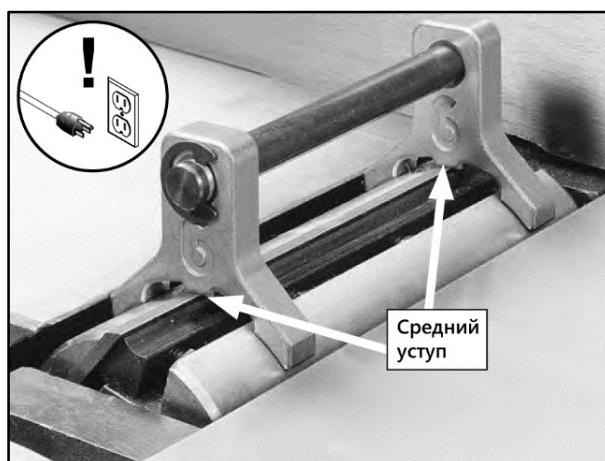
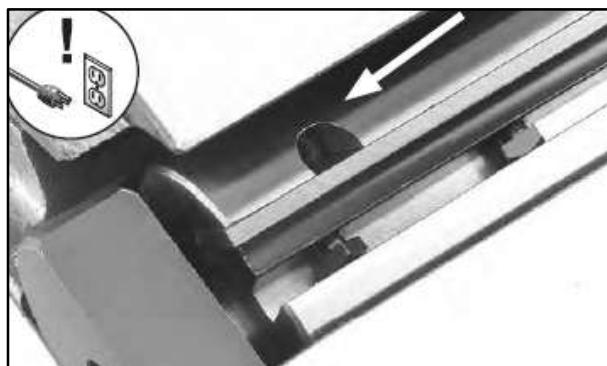

Рисунок 39.
Рисунок 41.
- Расположите устройство для установки ножей на строгальный вал, прямо на нож (рис. 39).
- Расположите устройство для установки ножей над ножом (рис. 39).
- При помощи шестигранника 2,5 мм, вращайте регулировочные винты (рис. 41), чтобы поднять или опустить нож. Когда нож установлен правильно, он будет слегка касаться уступов устройства для установки ножа (рис. 39). Закрутите болты клиньев с усилием достаточным, чтобы удержать лезвия на месте. Установите остальные ножи аналогичным образом.